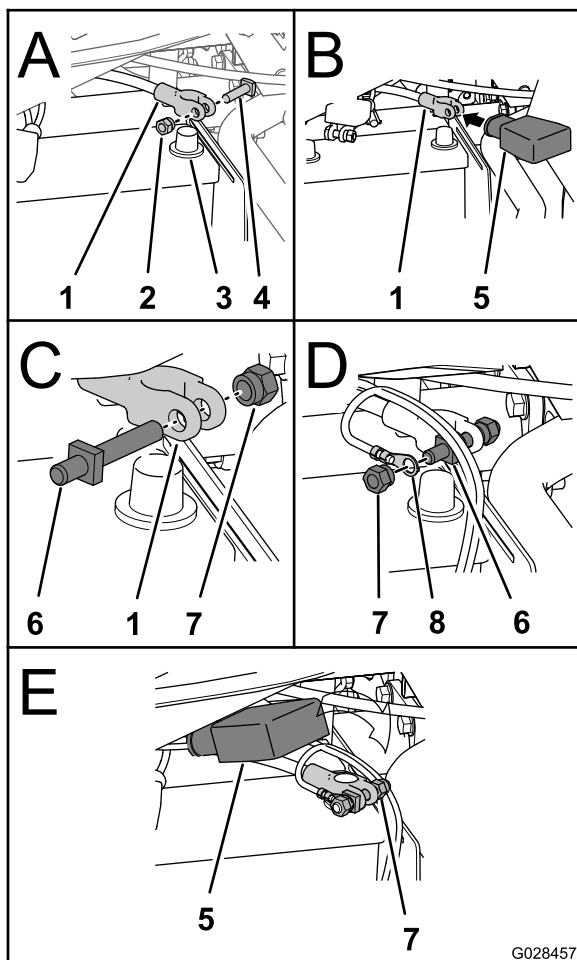

Figure 25
1. Retirez l'écrou et le boulon en T existants de la cosse du câble positif de la batterie (A de Figure 25).
- Placez le capuchon de la borne rouge de la batterie sur le câble positif de la batterie (B de Figure 25).
- Assemblez le boulon et 1 écrou de serrage neufs sur la cosse du câble positif de la batterie (C de Figure 25).
- Placez la cosse du fil de batterie provenant du faisceau du pulvérisateur sur le boulon de la cosse et fixez la cosse avec 1 écrou de serrage neuf (D de Figure 25).
- Branchez la cosse négative de la batterie à la borne négative de la batterie (E de Figure 25), serrez l'écrou de serrage à un couple de 1 978 à 2 542 N-cm.